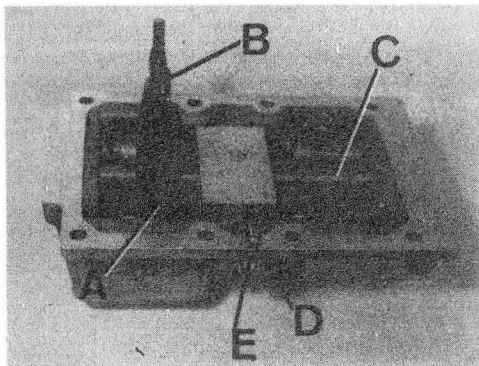

Fig. C1-71 Desmontaje ejes selectores
- 1.6. Desmontar el pasador elástico, A (Fig. C1-71) que fija la horquilla selectora de 3a y 4a velocidad, B, a su eje, C.
- 1.7. Desmontar el eje selector de 3a y 4a velocidad, C (Fig. C1-71) desplazándolo hacia la parte posterior y extraer la horquilla, B,